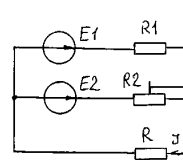

рис.8
11. За якої умови струм I в контурі, показаному на рис.8, не залежить від опору реостата $R2$?